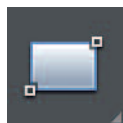

Fig. 10
- (► Fig. 10) *Rectangle* (Rettangolo): permette di disegnare rapidamente poli-linee di forma rettangolare specificando, ad esempio, le misure della base e dell'altezza oppure quella dell'area e di una dimensione.